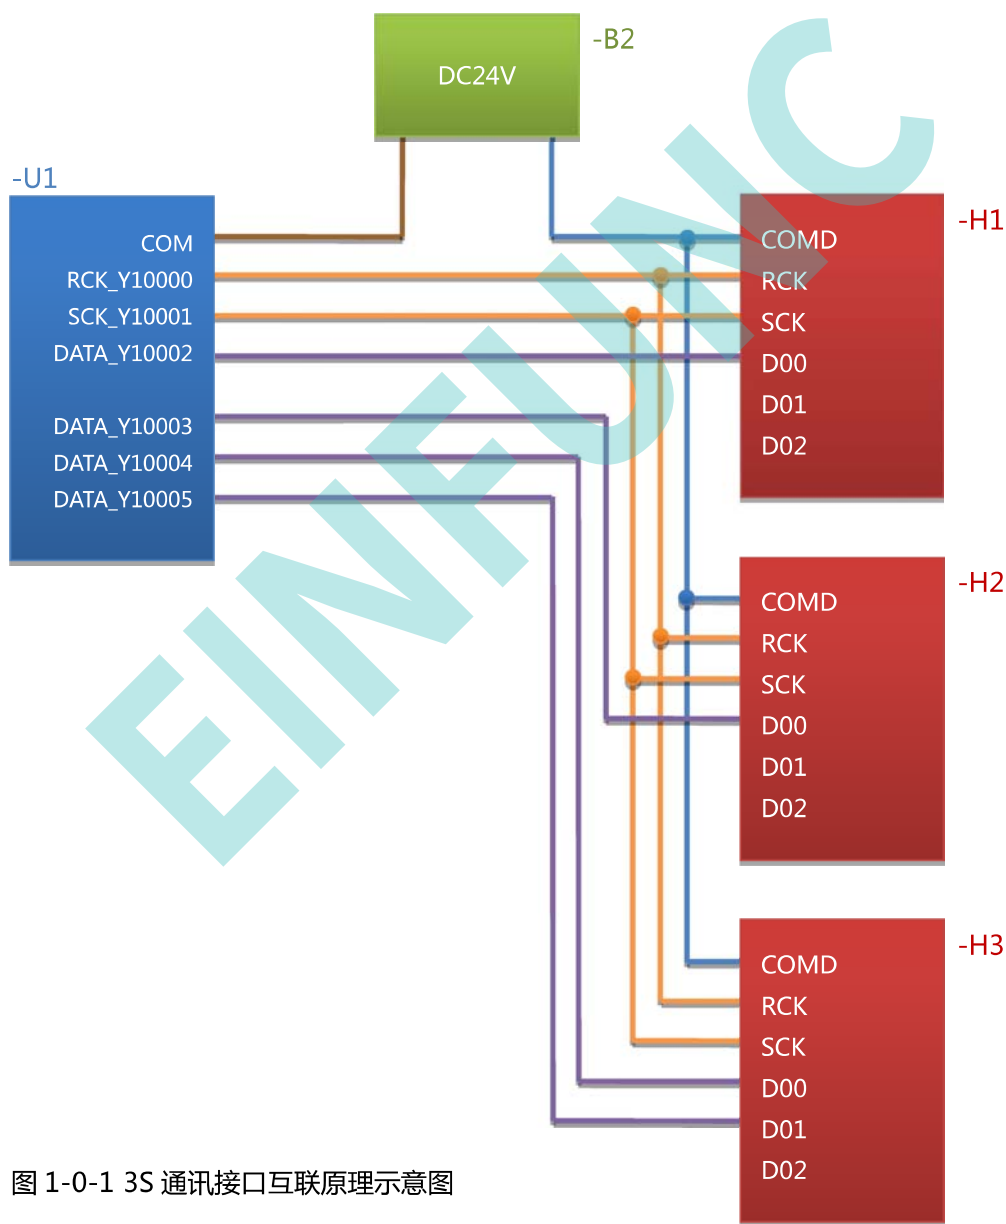

图 1-0-1 3S 通讯接口互联原理示意图
3S 通讯技术是指将 PLC 程序中任意指定的操作数如定时器、计数器、内部变量数据和常量数据,通过 PLC 直流固态输出点组成的 3S 通讯接口串行传送至带有 3S 通讯接口的外部设备上,使这些设备对接收到的数据进行进一步的处理,如图 1-0-1 所示。这项技术由任志兵于 1995 年发明研制,在当年申请并实施了实用新型专利:ZL95226265.7。在图 1-0-1 中:
任选 PLC 三个晶体管输出点作为基本 3S 通讯接口, 如图 1-0-1 中所示的 Y10000、Y10001 和 Y10002 点:
在最基本的连接基础上只需增加数据输出口 Y10003、Y10004、Y10005.....,各个数据通道在时钟的驱动下同时向外部设备的数据输入端 D00、D01、D02.....传送数据,每个通道每帧传送一个字 (16Bits) 的数据码。这样能够保证传送速度不变。如图 1-0-1 中, -H3 外设需要接收双整数数据 (32Bits), PLC-U1 需要两个数据输出口,一个传送双整数的低字,另一个传送双整数的高字。
- ❖ 3S 通讯线路电源就是图 1-0-1 中的-B2 电源，DC24V。它与各设备的 COM/COMD 的连接方向取决于 PLC-U1 的 DO 晶体管/场效应管的有效电流方向：